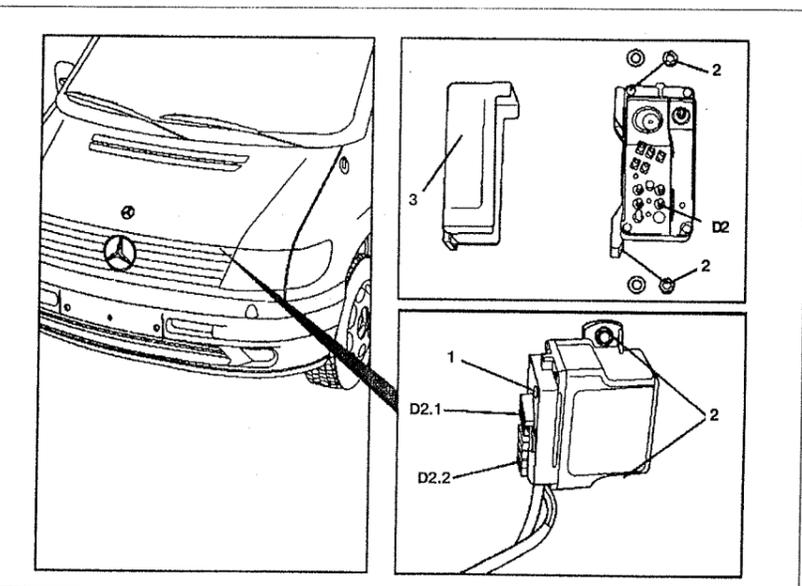

Рис. 4.73. Реле предварительного накала:
2. Снимите крышку **3** с реле предварительного накала **D2** (см.рис.4.73).